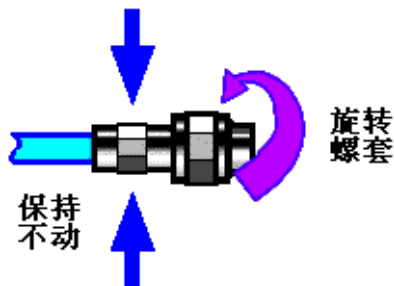

图 3.2 连接方法
**步骤 2.** 如图 3.2, 将两个连接器平直地移到一起, 使它们能平滑接合, 旋转连接器的螺套 (注意不是旋转连接器本身) 直至拧紧, 连接过程中连接器间不能有相对的旋转运动。